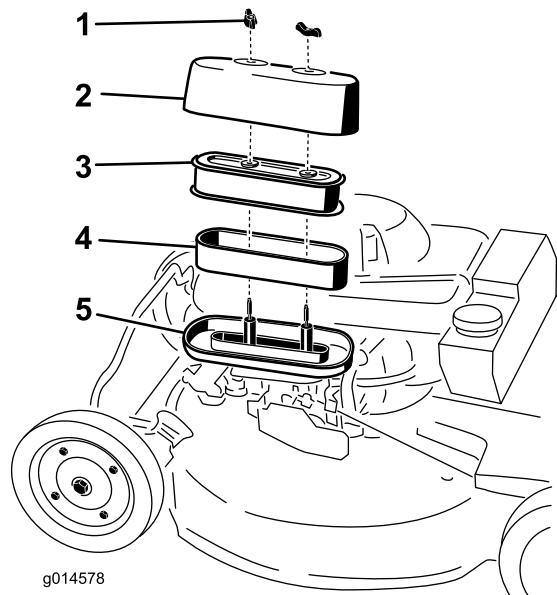

Figure 30
3. Retirez les 2 écrous de fixation du couvercle (Figure 30).
5. Déposez les éléments en mousse et papier de la base (Figure 30).
6. Sortez l'élément en mousse de l'élément en papier (Figure 30).